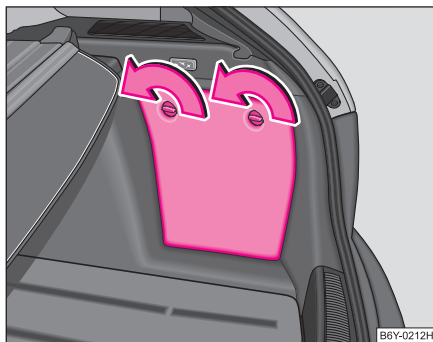

Fig. 81 Portbagajul: Compartimentele de depozitare
- Compartimentul se poate deschide rotind încuietoarea în sensul săgeții ⇒ fig. 81. ■